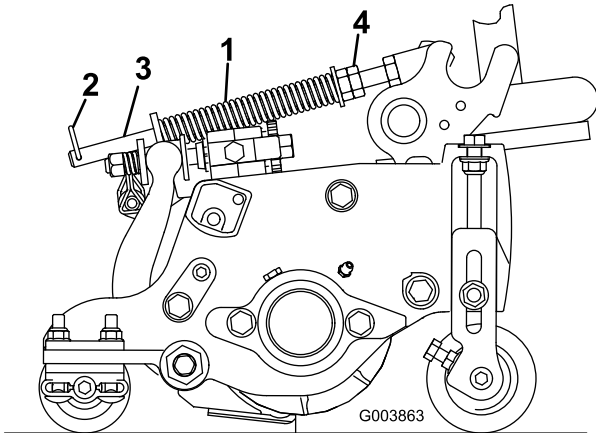

Рисунок 16
Пружина компенсации состояния травяного покрова (Рисунок 16) переносит вес с переднего на задний валок. Это препятствует образованию на грунте волнообразных неровностей (так называемые «волны» или «тряски»).
1. Убедитесь, что игольчатый шплинт установлен в заднее отверстие штока пружины (Рисунок 16).
2. Затяните шестигранные гайки в передней части штока пружины так, чтобы сжатая длина пружины стала равна 12,7 см на машине с 5-дюймовыми режущими блоками или 15,9 см на машине с 7-дюймовыми режущими блоками (Рисунок 16).